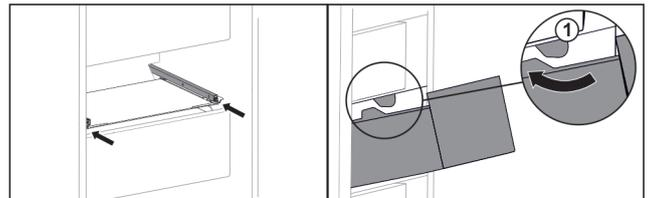

Fig. 47
- ▶ Pase el cajón por los toques Fig. 47 (1).